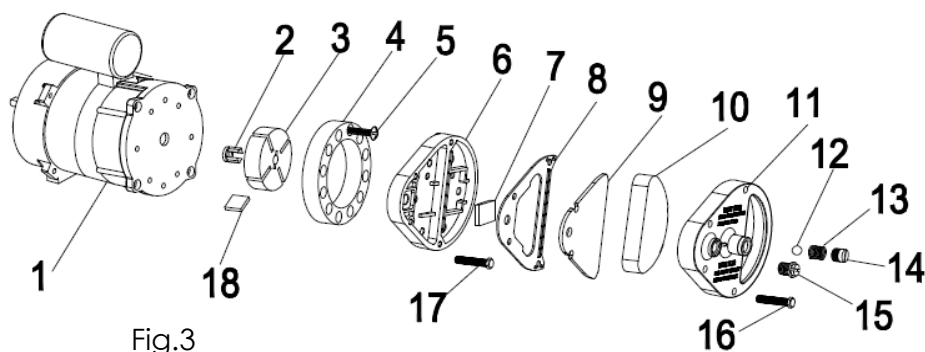

Fig.3
Limpie los filtros de aire. Retire la tapa del extremo del filtro (11), lave el filtro de admisión de aire (10) con un detergente ligero y séquelo bien antes de volver a instalarlo. Sustituya el filtro de entrada de aire (9) una vez al año (Fig.3)